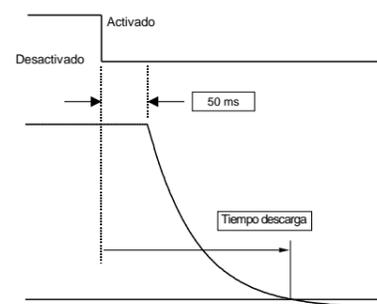

Figura 1
Nota 3) Cuando el producto está desactivado, el aire se descargará desde la conexión 2 (A) tras aproximadamente 50 ms. El tiempo que tarda la presión del sistema descargado en disminuir dependerá de la presión de trabajo y del volumen del sistema, véase Figura 1.